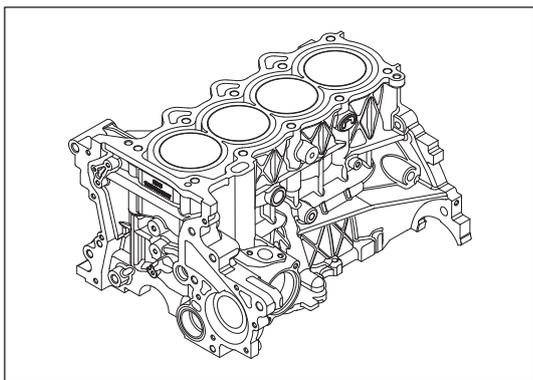
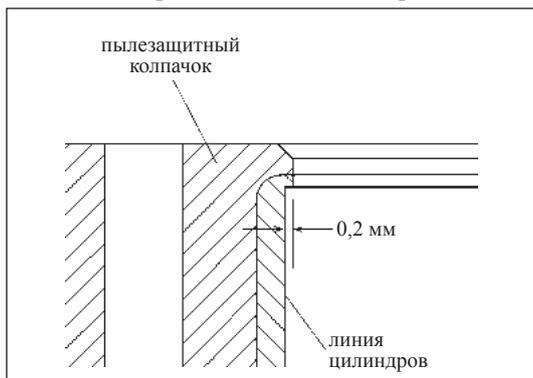

Рис. 13-4-5. Проверка плоскостности верхней поверхности блока цилиндров
Рис. 13-4-6. Проверка отверстия в блоке цилиндров
- (1) Проверка нижней части блока цилиндров
- (2) Проверить пылезащитный колпачок нижней части блока цилиндров на наличие повреждений; при обнаружении повреждений заменить его.
- (3) Проверить, не забиты ли отверстия для смазки цепи.
- (4) Проверить плоскостность верхней поверхности блока цилиндров
- » При помощи поверочной линейки и измерительного щупа измерить степень коробления верхней поверхности блока цилиндров; измеренное значение не должно превышать 0,040 мм, см. Рис. 13-4-5.
- (5) Визуально проверить внутреннюю поверхность отверстий в блоке цилиндров на наличие вертикальных царапин или канавок; если имеются относительно глубокие царапины, заменить блок цилиндров.
- (6) Проверка диаметров отверстий в блоке цилиндров
- (7) Проверить отверстия в блоке цилиндров на износ
- » Если износ отверстия в блоке цилиндров превышает 0,2 мм, следует произвести ремонт при помощи развертки, как изображено на Рис. 13-4-6.